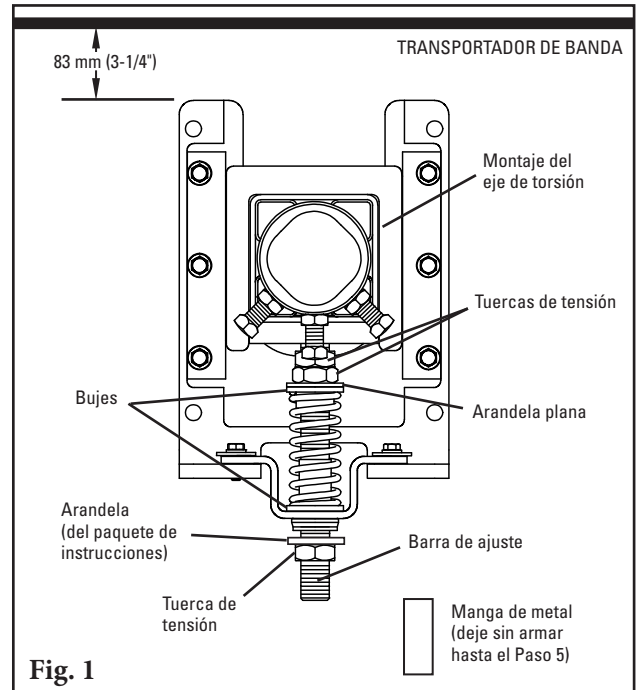

Fig. 1
- Configure de nuevo el tensor estándar al estilo de empuje.** Retire las 3 tuercas de tensión, la arandela plana, los 2 bujes, el resorte, la manga y el soporte de sombrero; arme de nuevo (Fig. 1) con 2 tuercas de tensión, la arandela plana, 2 bujes, el resorte y el soporte de sombrero en el extremo superior de la barra de ajuste. Agregue la arandela (del paquete de instrucciones) y la 3ra tuerca de tensión en la parte inferior de la barra de ajuste.
- Instale las bases de montaje del tensor.** Coloque las bases en la estructura o el chute para que las partes superiores de las patas de la base estén 83 mm (3-1/4") debajo de la banda (Fig. 1).